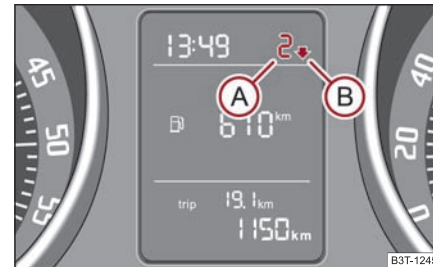

Fig. 136 Recomandare pentru schimbarea treptei de viteză
La modelul Superb GreenLine, pe display-ul tabloului de instrumente se afișează treapta de viteză selectată momentan (A) ⇒ fig. 136. ▶